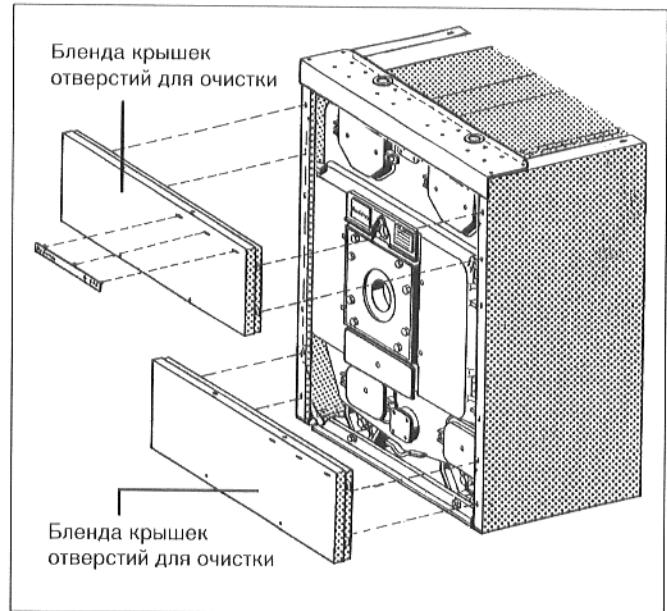

Рис. 47
- Зацепить бленды крышек отверстий для очистки крючками сверху и снизу (рис. 47) в щели боковых стенок.